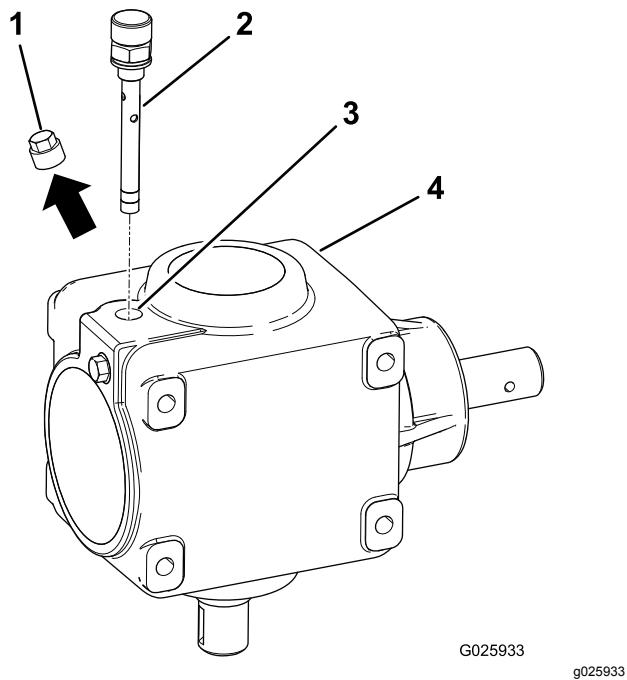

Figura 2
2. Retire el tapón macizo instalado en la caja de engranajes, según se muestra en Figura 2, y deseche el tapón.
4. Instale el respiradero en el orificio (Figura 2) y apriételo a 8,1–10,8 N·m.